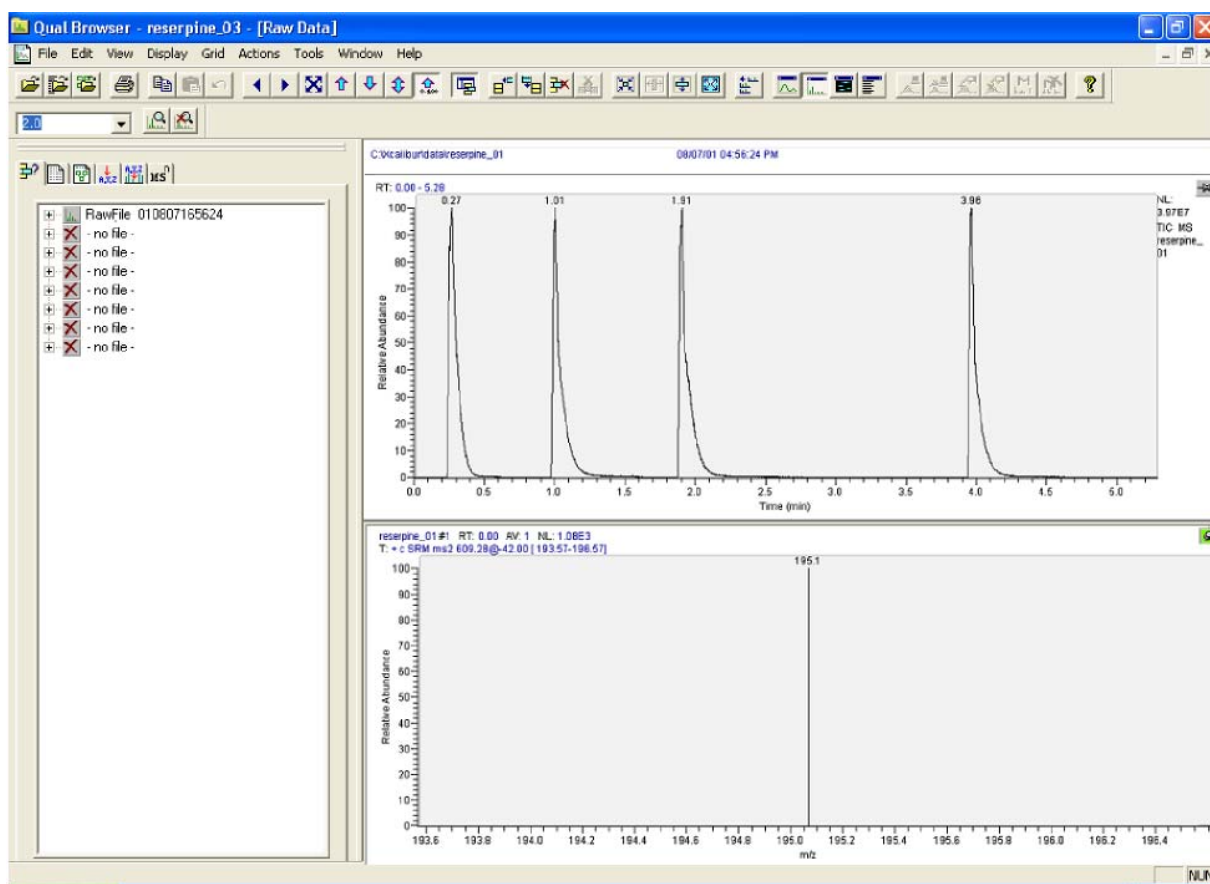

图5-10. 定性分析查看器窗口，图中显示的是利血平 $m/z = 195.066$ 时定量环进样轮廓图(上)和棒状图(下)
16. 点击**View**（查看）按钮，在Xcalibur Qual Browser（Xcalibur定性分析查看器）窗口中查看刚得到的原始文件中的色谱图，见图5-10。